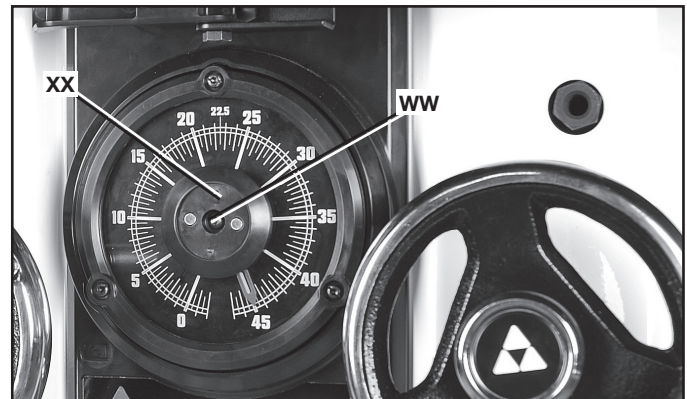

FIG. 44
2. Retirer la vis (WW) fig. 44 à l'aide d'une clé T20 et retirer le capuchon central (XX).
- Remettre le capuchon central en place (XX) fig. 44. S'assurer que le joint torique de caoutchouc reste en place derrière le capuchon.